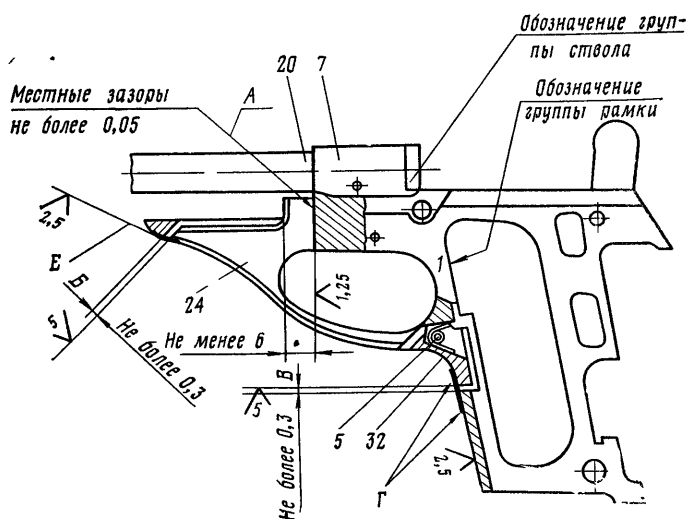

Рис. 57. Постановка спусковой скобы:
При необходимости обработать заднюю плоскость А (рис. 57).
15.5. Проверить зазор между торцом спусковой скобы и рамкой (размер *B* на рис. 57), который должен быть не более 0,3 мм; при отсутствии зазора обработать передний скос спусковой скобы.
15.6. Проверить зазор между спусковой скобой и рамкой (размер *B* на рис. 57), который должен быть не более 0,3 мм; при отсутствии зазора обработать нижний скос спусковой скобы по рис. 57.
Превышение одного контура над другим допускается не более 0,5 мм; при необходимости опилить выступающие контуры по плоскостям *E* и *Г* (рис. 57).
Места гравировки групп рамки и ствола показаны на рис. 57.